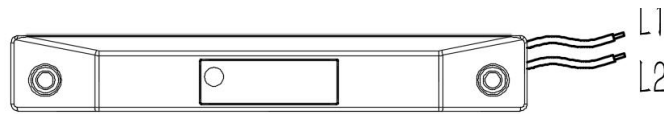

图 5.8.5.3
- ◆ 当常闭门处于正常关闭状态时，门磁开关主体部分与磁铁端相互靠近，并符合图 5.8.5.1 或图 5.8.5.2 的布置条件时，防火门监控器显示常闭门正常。